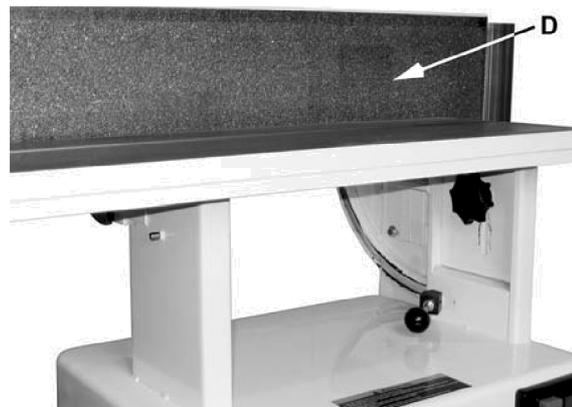

Abbildung 4
- Die Schleifplatte (A) befindet sich derzeit in horizontaler Position. Ziehen Sie den Verriegelungsgriff (B) nach vorne, um die Plattenanordnung zu entriegeln.
- Neigungsschleifplatte in die vertikale Position (C), die wie D in Abb. 4 aussieht; dann drücken Sie den Schlossgriff (B), um die Plattenanordnung zu verriegeln.